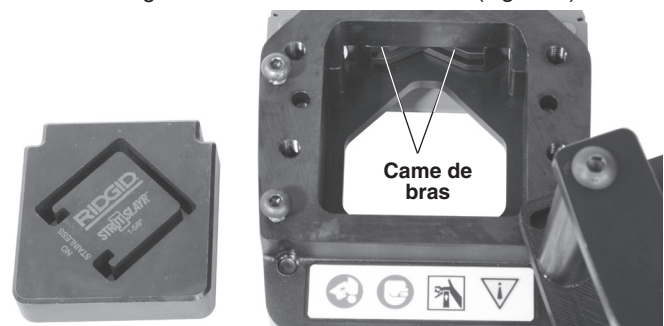

Figura 4 – Lubricación del cabezal de corte de canaletas
3. Aplique una capa delgada de grasa de uso general, en todos los costados de la terraja móvil. Aplique una cantidad abundante de grasa en las levas de los brazos (Figura 4).